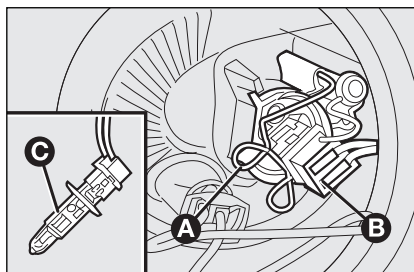

Рис. 22
- ☐ освободите фиксатор лампы **A, рис. 22**;